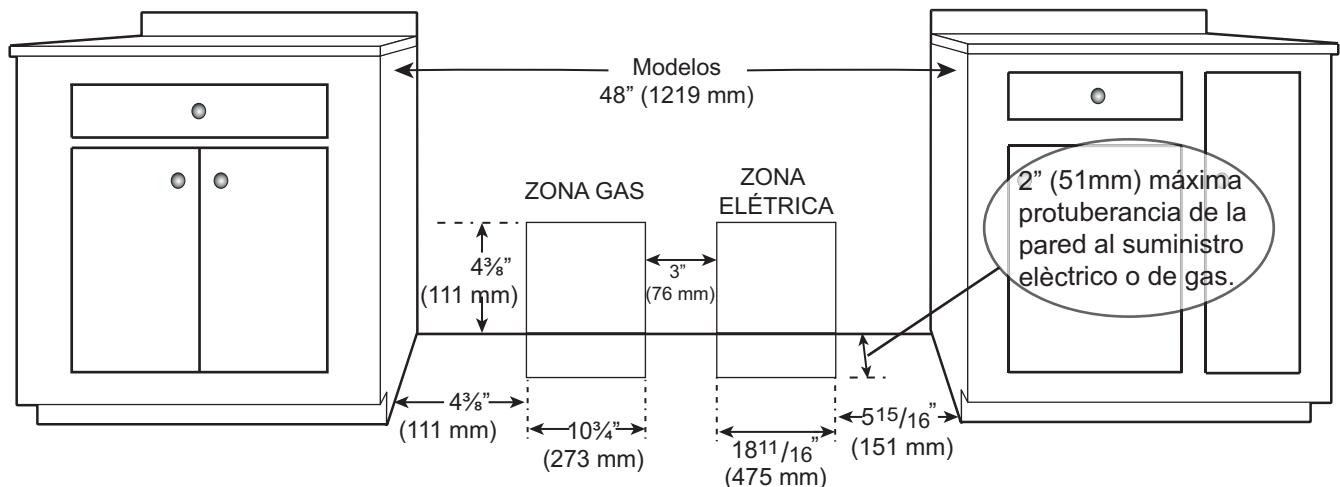

Figura 4: Suministro eléctrico y de gas para las estufas de doble combustible
- El suministro de gas y la alimentación eléctrica deben estar dentro de la zona indicada en la Figura 4.